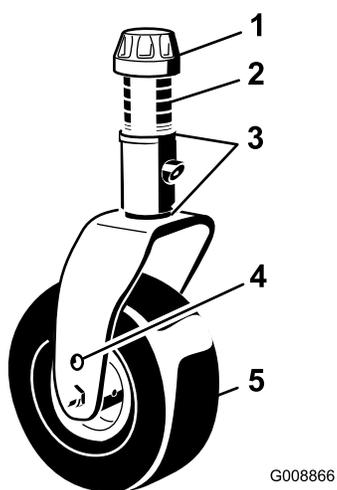
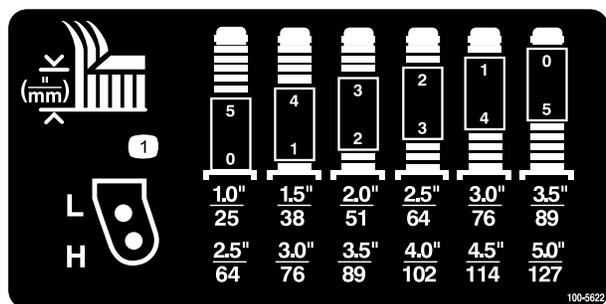
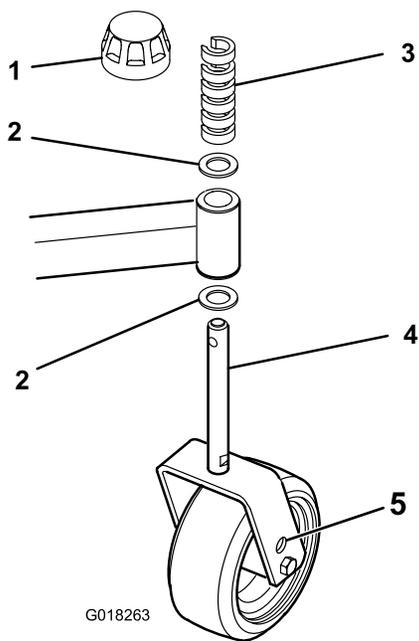

Figure 8
Figure 9
Figure 10
2. Placez les essieux des roues pivotantes dans les mêmes trous sur toutes les fourches. Pour choisir les trous corrects pour la hauteur de coupe requise, reportez-vous à Figure 8, Figure 9 et Figure 10.
1. Enlevez le chapeau de tension de l'axe de pivot (Figure 8) et sortez l'axe du bras de la roue pivotante.
Pour déterminer les combinaisons d'entretoises requises pour les différentes hauteurs de coupe, reportez-vous à la Figure 9.
1. Enlevez le chapeau de tension de l'axe de pivot (Figure 10)